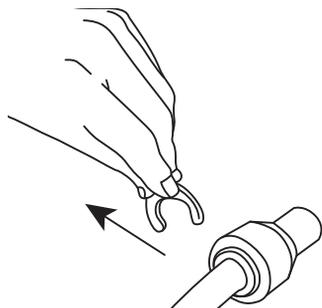

Рис. 3
- Снимите стопорную клипсу (Рис. 3).